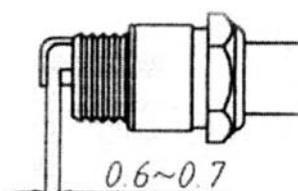

Рис. 16
- (1) Чистите фильтр ежедневно после завершения работы. Обратите особое внимание на тот факт, что грязь, налипающая на губку, вызывает снижение мощности двигателя.
- (2) После промывки губки бензином, отожмите ее, а затем установите на место.
- (3) Обеспечьте необходимый зазор свечи зажигания, который должен быть равен 0,6-0,7 мм. Проверяйте зазор как можно чаще, в случае необходимости регулируйте его, как показано на рис. 16.
- (4) Тип свечи зажигания для данного агрегата – это 4106J. Не используйте свечи других типов. В случае необходимости замены, вы можете приобрести ее в местном магазине сельскохозяйственной техники.